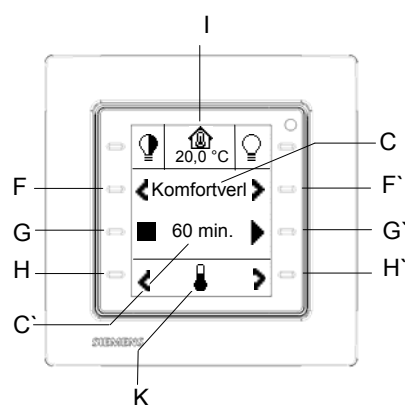

Bild: 25
- zur Einstellung der Komfortverlängerung (Bild 25),